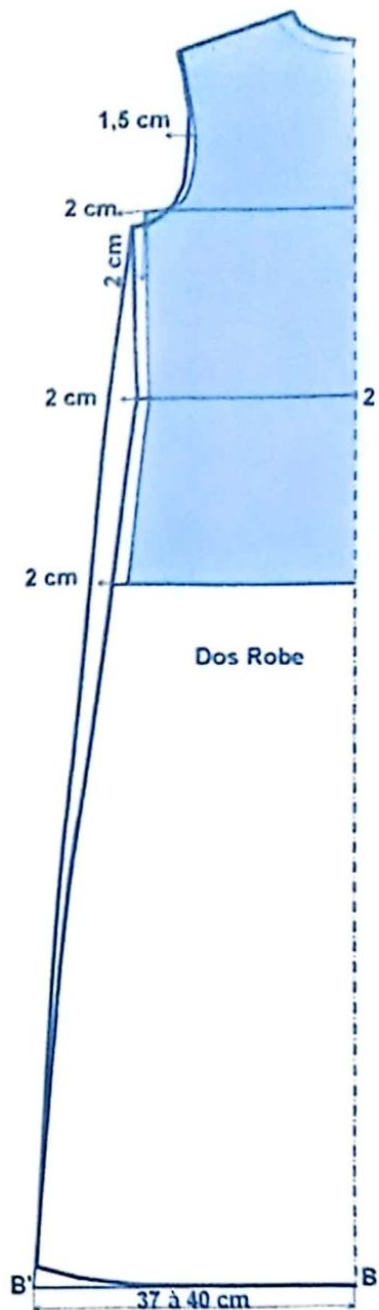

FIG. 2
## DOS (fig.2)
- Vous pouvez ne pas cintrer la robe à la taille et tracer la couture latérale en ligne droite de l'emmanchure jusqu'au bas du dos selon le schéma (fig.2).